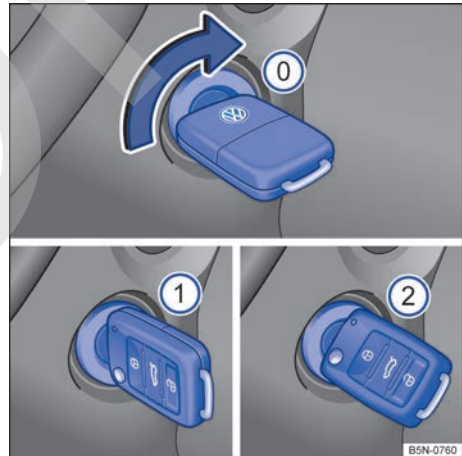

Fig. 104 Junto al volante, en el lado derecho: posiciones de la llave del vehículo en la cerradura de encendido.
Posiciones de la llave del vehículo → fig. 104
3.	Vehículos con motor diésel: Para el precalentamiento, gire la llave en la cerradura de encendido a la posición → fig. 104 ①. En el cuadro de instrumentos se enciende el testigo de control ⚡.